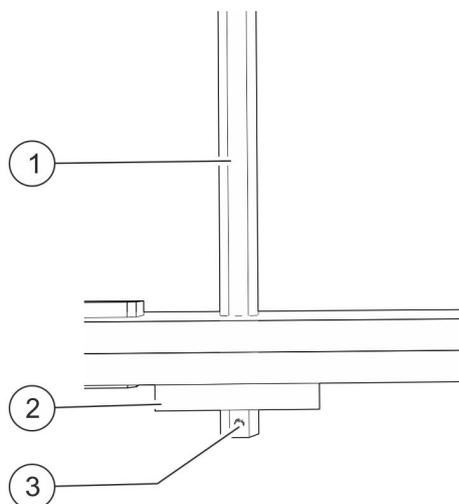

Abb. 11: Platte an Gewichtsstange im Tunnel
- 4. ➔ Vierkantscheibe (Abb. 11/2) mit Kerbstift (Abb. 11/3) sichern.